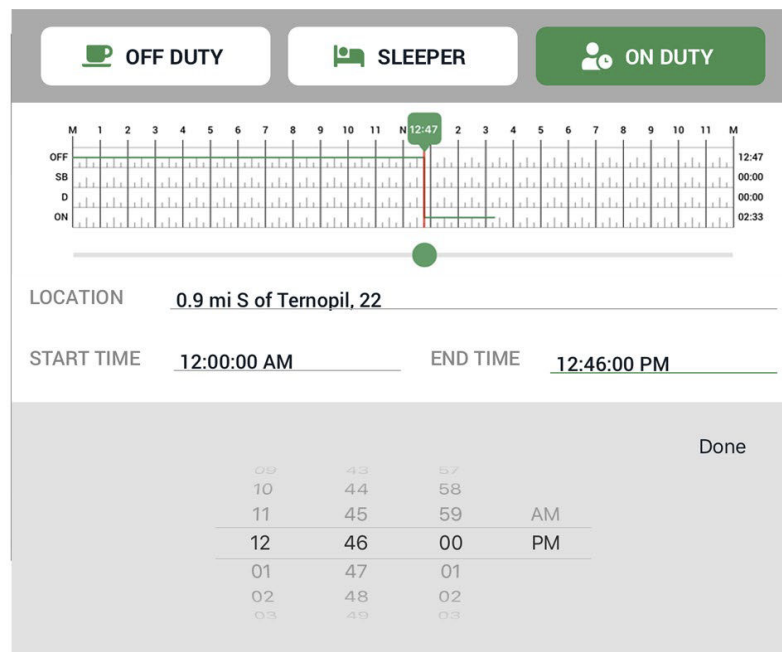

IMAGEN 15
2. Configura la hora usando la ventana emergente (imagen 15).